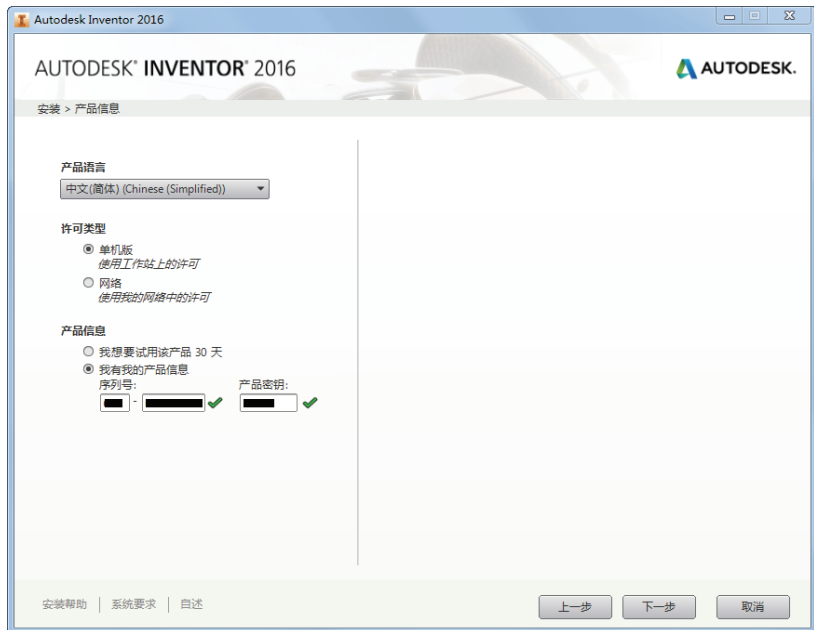

图 1-5 “产品信息”界面
(3) 单击“下一步”按钮进入“产品信息”界面。如果用户选择的不是试用该产品，则需要提供用户信息和产品序列号数据，如图 1-5 所示。